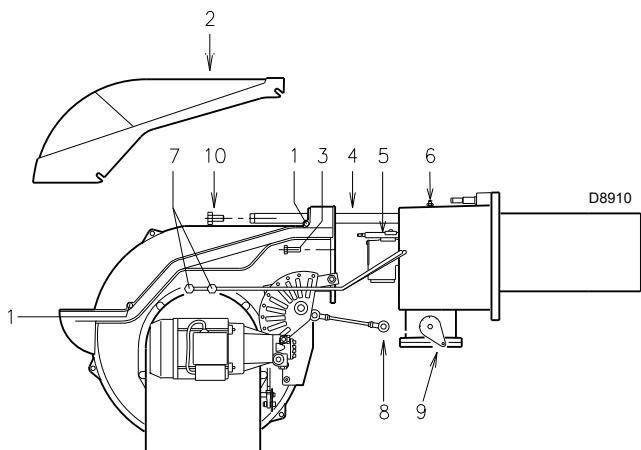

Рис. 42
- Ослабьте винты 1)(Рис. 42) и снимите кожух 2
- Установите винты 3)(Рис. 42) и осторожно потяните наружу кабели датчика и электрода, чтобы они слегка натянулись.